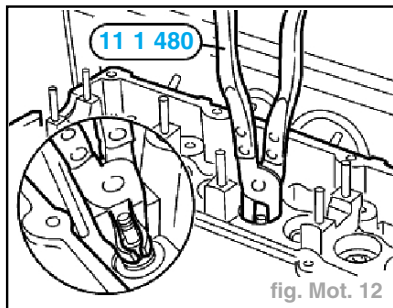

fig. Mot. 12
- Extraire le joint de queue de soupape avec l'outil 11 1 480. (fig. Mot. 12)